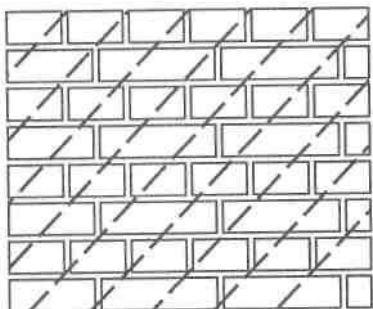

Рис. 2.1. Кам'яна поверхня, підготовлена (насічена) до штукатурення
50...80 мм одна від одної (рис. 2.1). Виконуючи цю операцію, треба працювати в захисних окулярах і рукавицях, користуватись справним інструментом.